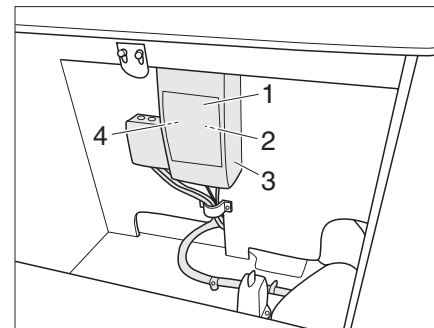

Fig. 78 Interruttore di sicurezza a 230 V
L'interruttore di sicurezza a 230 V (Fig. 78,2) è posizionato sotto una porta di accesso presso i sedili sul lato sinistro del veicolo.
► Aprire lo sportello di chiusura (Fig. 78,1). Il collegamento a 230 V è protetto da un interruttore di sicurezza bipolare (Fig. 78,2).
▫ L'interruttore FI (Fig. 78,4) per 230 Volt dovrebbe essere fatto scattare almeno una volta l'anno, in modo che il meccanismo non "si incolli" e il tempo di attivazione non si prolunghi.